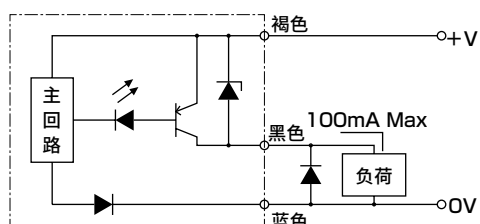

图8 输出回路
- 有NPN输出型和PNP输出型。即使程序控制器的对应有误，指示灯也会亮灯，但无法读取信号。此外，请根据输出类型，按图8所示进行配线。